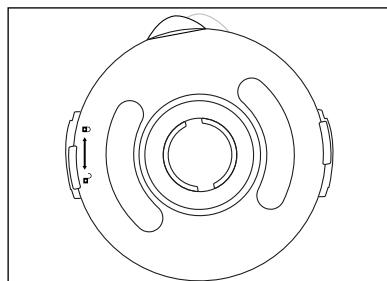

Fig. 1
- 1) Tournez le bol mixeur ③ dans le sens anti-horaire jusqu'à ce que la poignée du bol mixeur se trouve sur la position ↗. Détachez le bol mixeur ③ du bloc moteur ⑥ en le soulevant tout droit.
- 2) Retirez le couvercle ② en le tournant dans le sens anti-horaire en direction de la position ↗ (voir fig. 1), jusqu'à pouvoir le retirer par le haut.